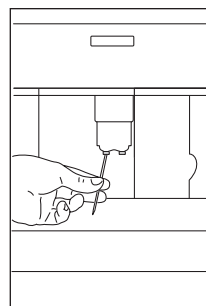

Fig. 34
- ▶ Controllare periodicamente che i fori dell’erogatore caffè non siano otturati. Se necessario, rimuovere i depositi di caffè con uno stuzzicadenti (Fig. 34).